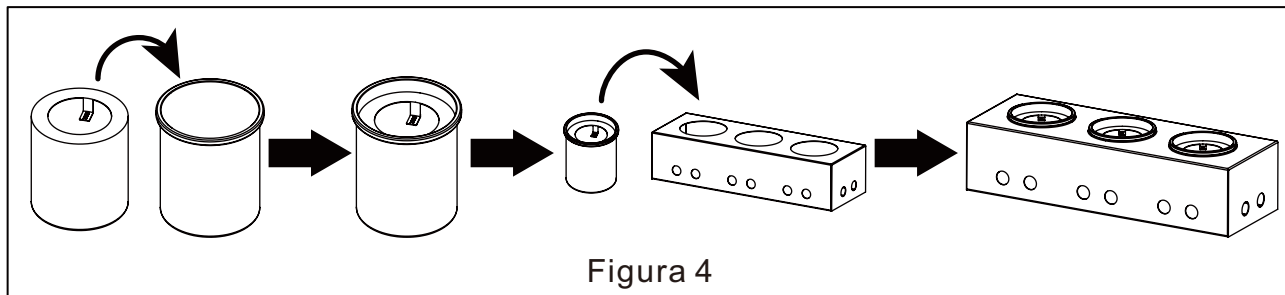

Figura 4
(1). Colocar cuidadosamente o recipiente de combustão no corpo da taça de fogo, nivelar o recipiente de combustão (ver figura 4). A taça do fogo pode conter três braseiros de cada vez.
1. Instale a lata de combustível e a protecção de vidro (ver Figura 4~5).